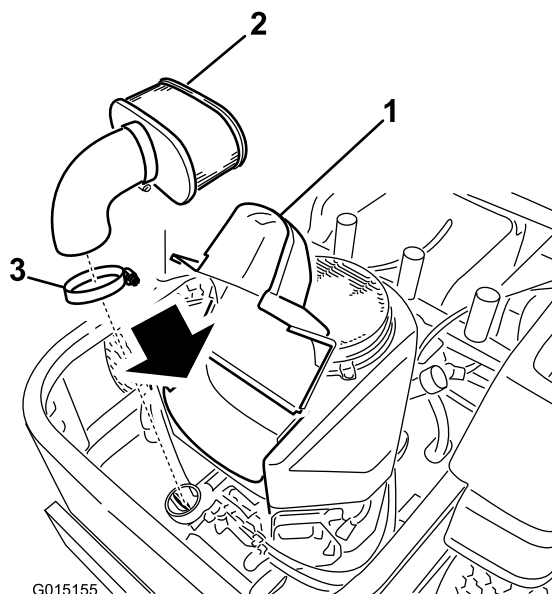

Figura 42
3. Para evitar qualquer dano, limpe à volta da cobertura do filtro de ar para impedir a entrada de impurezas para o interior do motor. Levante a cobertura e remova o dispositivo de abraçadeira de tubo que fixa a estrutura de filtro do ar ao motor (Figura 42).
4. Solte o dispositivo de abraçadeira de tubo e retire o elemento de papel (Figura 42).